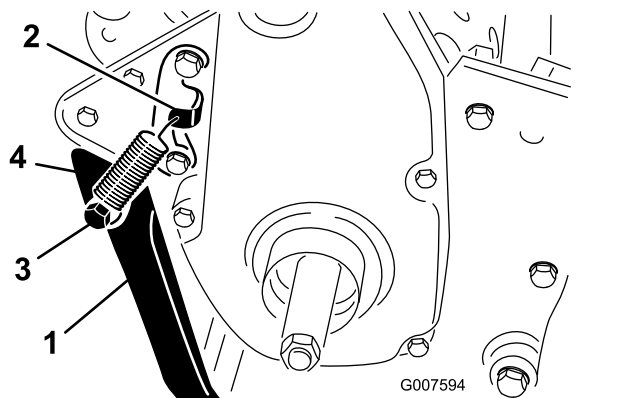

Рисунок 8
2. Зацепите пружину за отверстие в кронштейне пружины и за пружинодержатель, совместив откидную опору с монтажными отверстиями в задней части рамы (Рисунок 8).
3. Прикрепите откидную опору к обеим сторонам рамы с помощью болта, стопорной шайбы, проставки, плоской шайбы и контргайки (Рисунок 8).